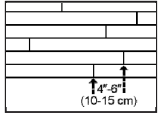

Figura 4
- Ponga atención para escalar los extremos de los tableros al menos de 4"-6" (10-15 cm) cuando sea posible en hileras adyacentes (Figura 4). Esto ayudará a lograr una apariencia general más favorable del piso.
- Compruebe que exista un encaje ajustado entre todos los bordes y extremos de cada tabla. Las uniones de extremo de las hileras adyacentes deben escalonarse 4"-6" (10-15 cm) cuando sea posible, para lograr una apariencia general favorable (Figura 4).
- Conserve 6" (15 cm) de distancia entre las juntas de extremo después de las primeras cuatro hileras para lograr una mejor apariencia (Figura 4).